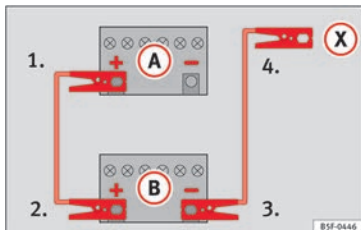

Abb. 164 Anschlussschema für Fahrzeuge ohne Start-Stopp-System.
mit der entladenen Fahrzeugbatterie (A) an » » Abb. 164.
3. Klemmen Sie das andere Ende des *roten* Starthilfekabels an den Pluspol (+) des stromgebenden Fahrzeugs (B) an.
4. **Bei Fahrzeugen ohne Start-Stopp-System:** ein Ende des *schwarzen* Starthilfekabels an den Massepunkt (-) des Strom gebenden Fahrzeugs (B) » » Abb. 164 anklammern.